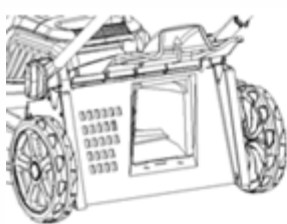

Рис. 26
- Откройте задний кожух (рис. 26).